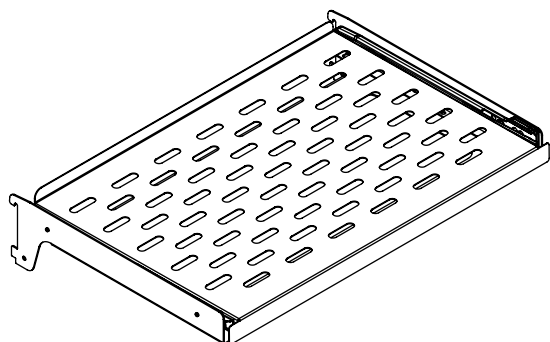

Figure 20
- (1) étagère coulissantes en acier inox perforé (See Figure 20).